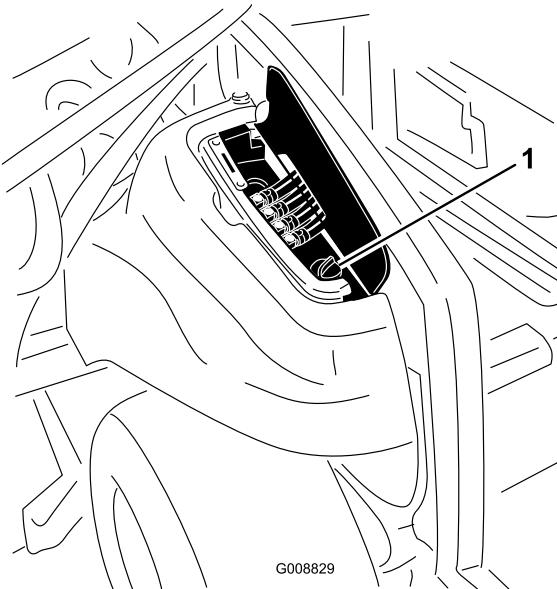

Figura 88
2. En el lado derecho del tractor, levante la tapa para tener acceso al tapón del depósito de aceite hidráulico (Figura 88).
3. Limpie la zona alrededor del cuello de llenado y el tapón del depósito hidráulico (Figura 88). Retire el tapón del cuello de llenado.